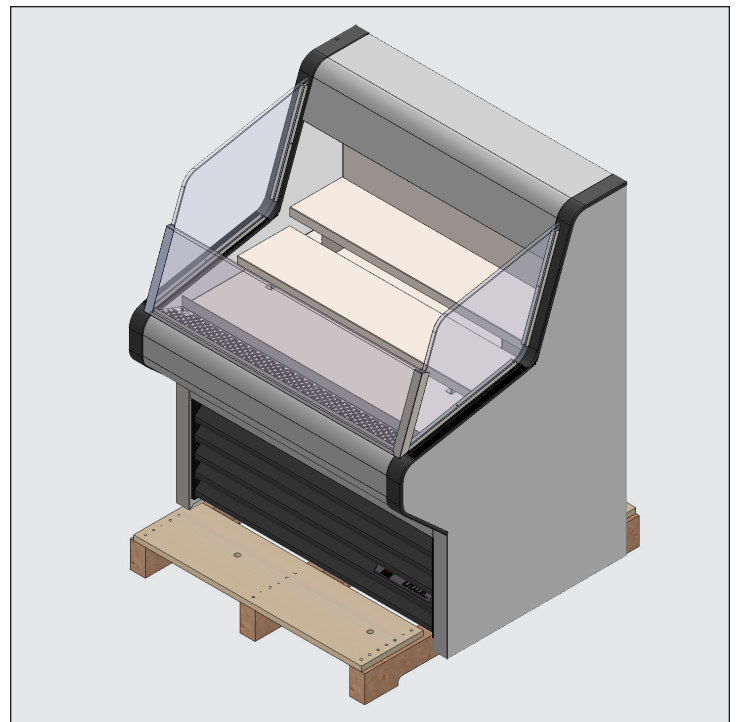

Abb. 3. Das Gerät beim Bewegen/Heben NICHT an den Gittern festhalten.
**HINWEIS >** Das Gerät beim Heben **NICHT** an der Arbeitsplatte, den Türen, Schubladen oder Gittern festhalten. Wenn Nivellierfüße **verwendet werden**, dann das Gerät auf der Palette drehen (siehe Abb. 3) und die Montageanleitung auf Seite 15 beachten.